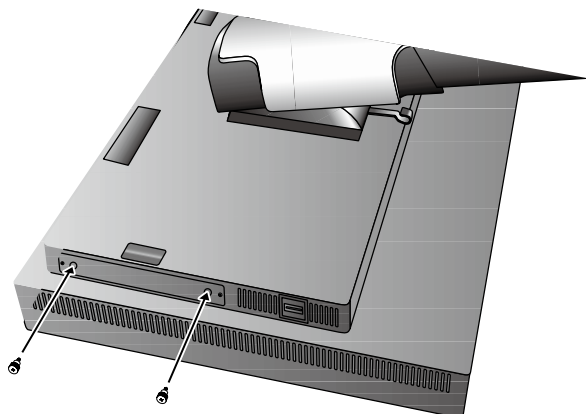

图 G.1
2. 将附带的指形螺丝连接到 HDMI 和 DisplayPort 输入卡的孔中 (图 G.1)。